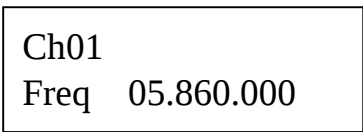

图 30
- (2) 按一下数字键“9”，显示图 30。图中“Ch01”中的“01”代表第一频道，“05.860.000”代表第一频道的频率是 5.860MHz。